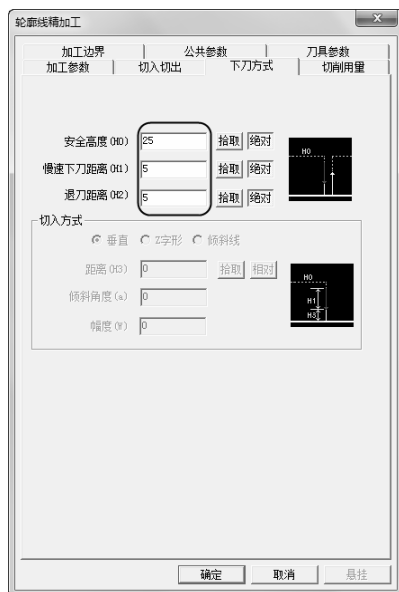

图 3-125 “下刀方式”选项卡
3) 单击“下刀方式”选项卡，设置“安全高度”、“慢速下刀距离”、“退刀距离”，具体参数数值如图 3-125 所示。